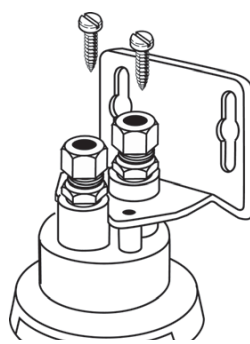

Figure 5
5. Retirer les deux vis supérieures du sommet du module de tête. Placer soit le raccordement d'entrée ou celui de sortie dans le gros orifice du support et replacer ces deux vis. La tête du filtre est maintenant fixée et prête à être raccordée à la tuyauterie (figure 5).